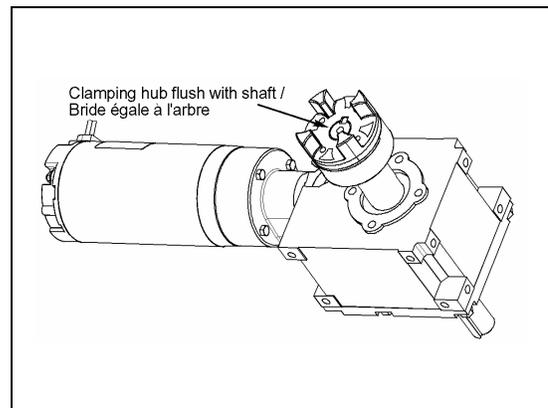

FIGURE 7
- a. Pour chacun des arbres du réducteur, glisser une bride d'accouplement. Celle-ci doit être égale avec l'extrémité de l'arbre (figure 7).